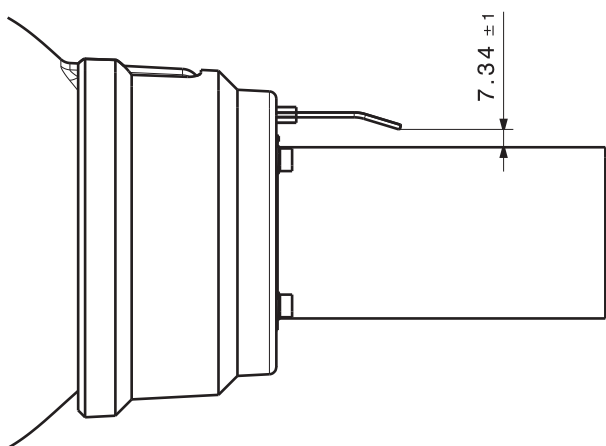

Fig. 504 Distance entre les électrodes d'allumage et le tube à flamme
2. Vérifier la distance entre les pointes des électrodes et le tube à flamme (voir Fig. 504).